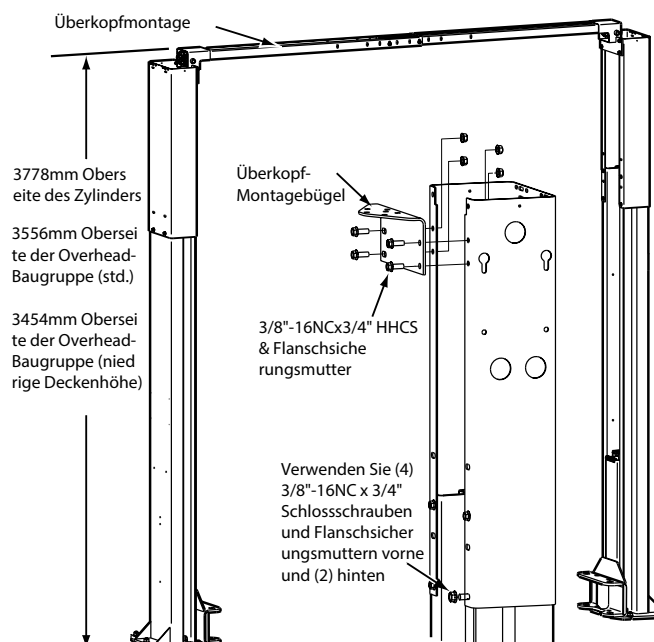

Abb. 2
Siehe Abb. 2 für die Gesamthöhe der einzelnen Liftermodelle. 25 mm zur Gesamthöhe bis zum niedrigsten Hindernis hinzufügen.
Bevor Sie die Säulen aufrichten, montieren Sie die Säulenverlängerungen mit (12) 3/8"-16NC x 3/4" Carriage HHCS und Flanschkontermuttern, Abb. 2 und Abb. 3.
Überkopf-Montagebügel: Montieren Sie die Halterungen an den Säulenverlängerungen, Abb. 2.